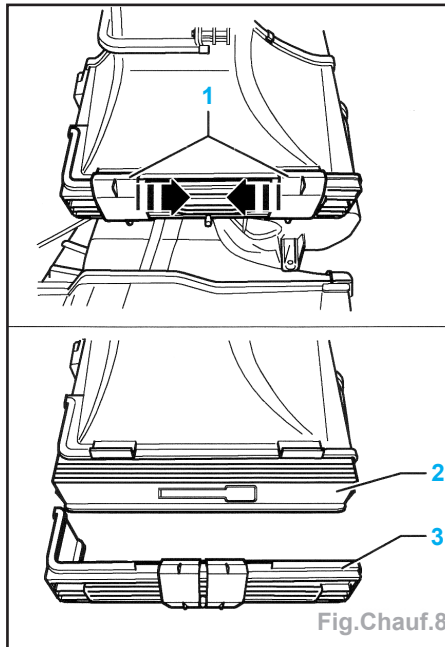

Fig.Chauf.8
- Pousser les pièces coulissantes (1) à fond vers l'intérieur (flèches) (Fig.Chauf.8).
- Retirer le couvercle du filtre (3) en le tirant vers le bas.